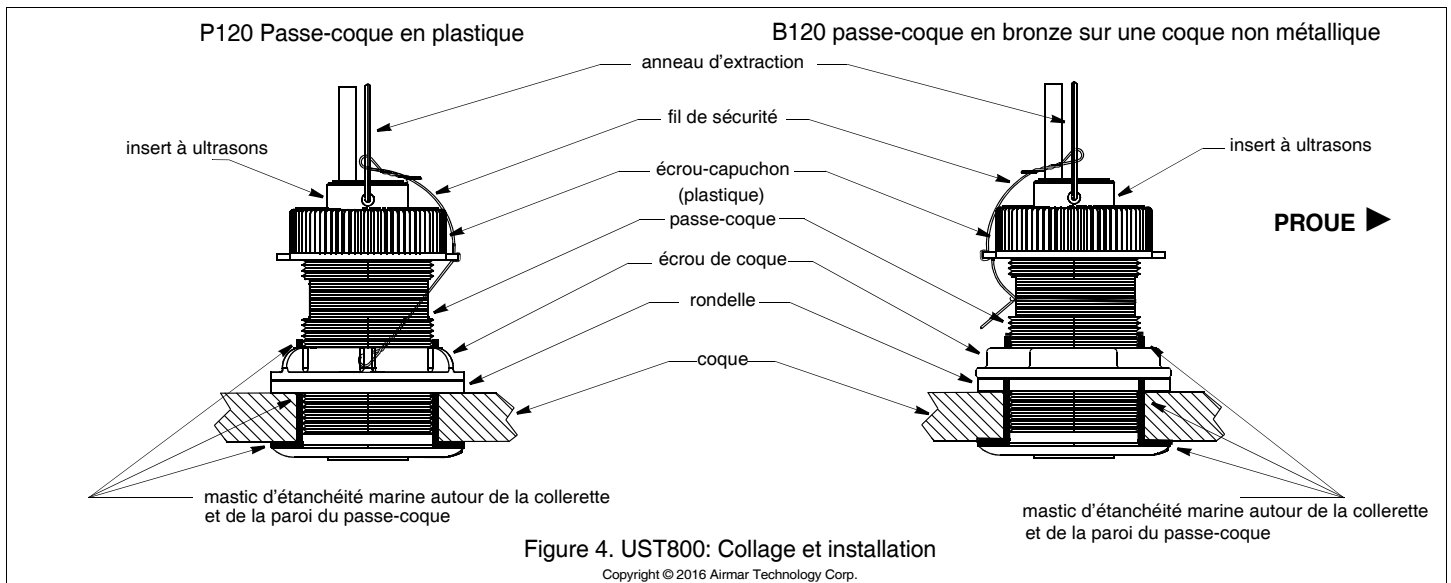

Figure 4. UST800: Collage et installation
Appliquez une couche de 2 mm (1/16") d'épaisseur de mastic d'étanchéité marine autour de la collerette et la paroi du passe-coque qui sera en contact avec la coque (figure 4 ou 5). Appliquez le mastic jusqu'à 6 mm (1/4") au-dessus de l'épaisseur cumulée de la coque, la rondelle et l'écrou de coque. Cette précaution garantit la présence de mastic sur les filetages pour une parfaite étanchéité de la coque et pour l'immobilisation sûre de l'écrou de coque.
1. Depuis l'extérieur de la coque, insérez le passe-coque dans le trou d'installation avec un mouvement de torsion afin de chasser l'excès de mastic d'étanchéité (figure 4 ou 5). *Il faut orienter la flèche gravée sur la collerette du passe-coque vers la proue.* En cas de pose du capteur à l'écart de l'axe longitudinal, pivotez légèrement le passe-coque en direction de celui-ci de sorte à l'aligner sur le passage de l'eau.
UST800 (figure 4)
1. Enlevez l'insert à ultrasons du passe-coque en séparant le fil de sécurité de l'anneau d'extraction et de l'écrou-capuchon. Dévissez l'écrou-capuchon (figure 4).
4. Attachez à nouveau le fil de sécurité pour prévenir tout risque d'expulsion de l'insert dans le cas improbable d'une rupture ou d'un mauvais serrage de l'écrou-capuchon (figure 4).
2. Enlevez l'insert à ultrasons du passe-coque (figure 4).
5. Insérez l'obturateur dans le tube passe-coque. Insérez-le avec un mouvement tournant jusqu'à ce que l'ergot s'insère dans l'encoche. **Serrez l'écrou-capuchon à la main**. Veillez à ne pas serrer exagérément. Attachez à nouveau le fil de sécurité (figure 4).
9. Attachez à nouveau le fil de sécurité pour prévenir tout risque d'expulsion de l'insert à ultrasons dans le cas improbable d'une rupture ou d'un mauvais serrage de l'écrou-capuchon (figure 4).